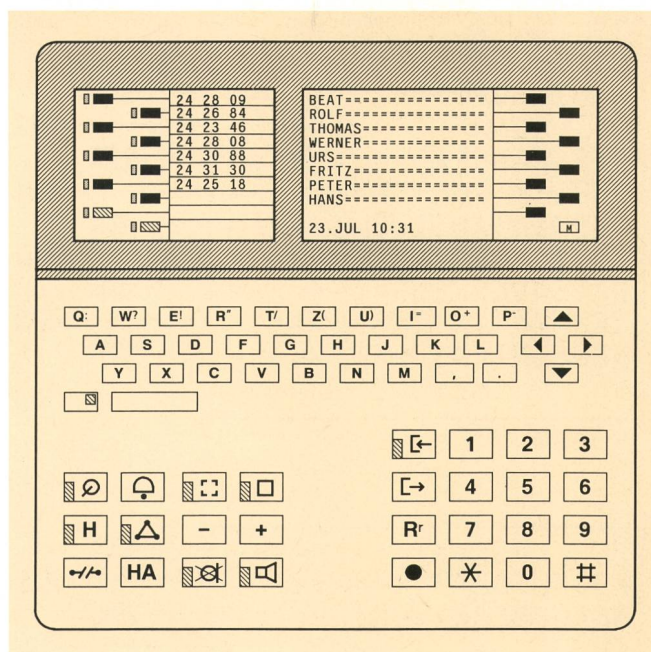

Fig. 9
Die Frontplatte (Fig. 9) ist gegliedert in den unteren, flachen Bedienteil mit den Funktionstasten (links unten), der Wahltastatur (rechts) und der Alpha-Tastatur mit Cursorfeld (im zentralen Bereich).
- 8 LWA-Teilnehmernamen (Fig. 9)